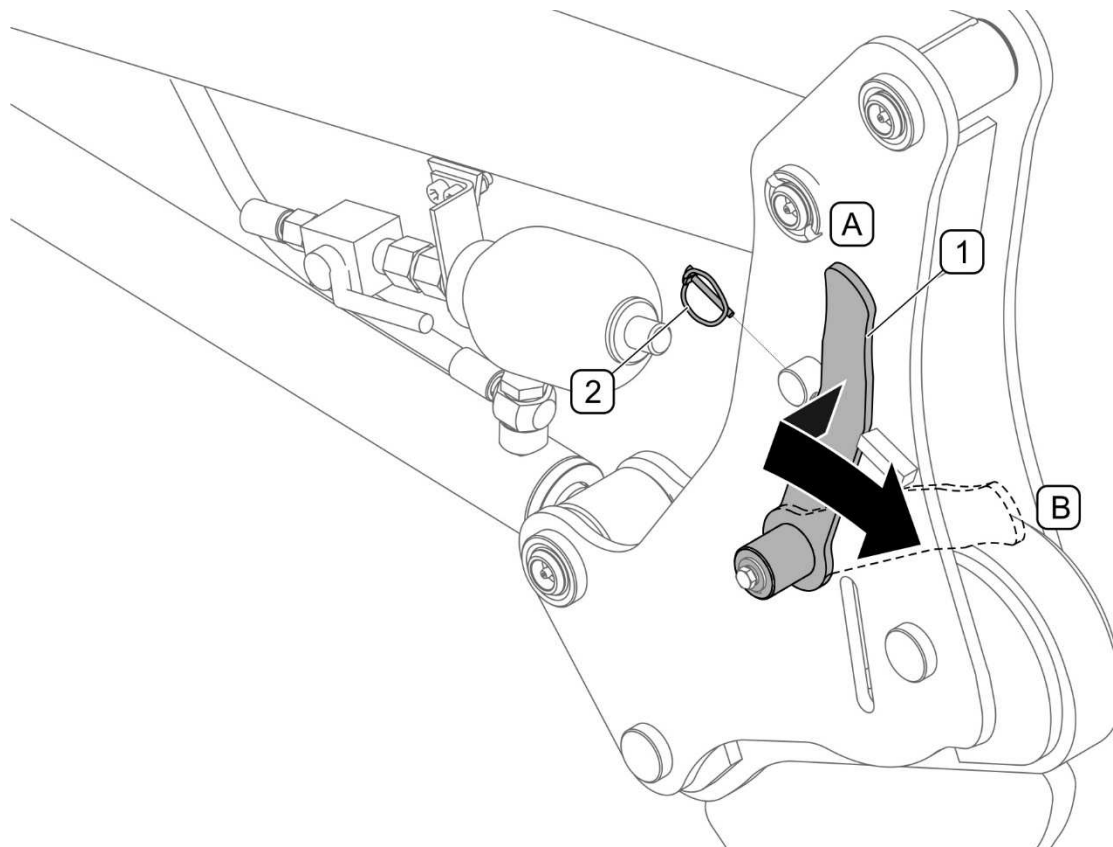

РИСУНОК 4.23 Отсоединение стрелы от несущей рамы
- вынуть страховочную чеку (2), (РИСУНОК 4.23);
- отклонить рычаг (1) замка и переставить назад в положение (В) "рычаг разблокирован";